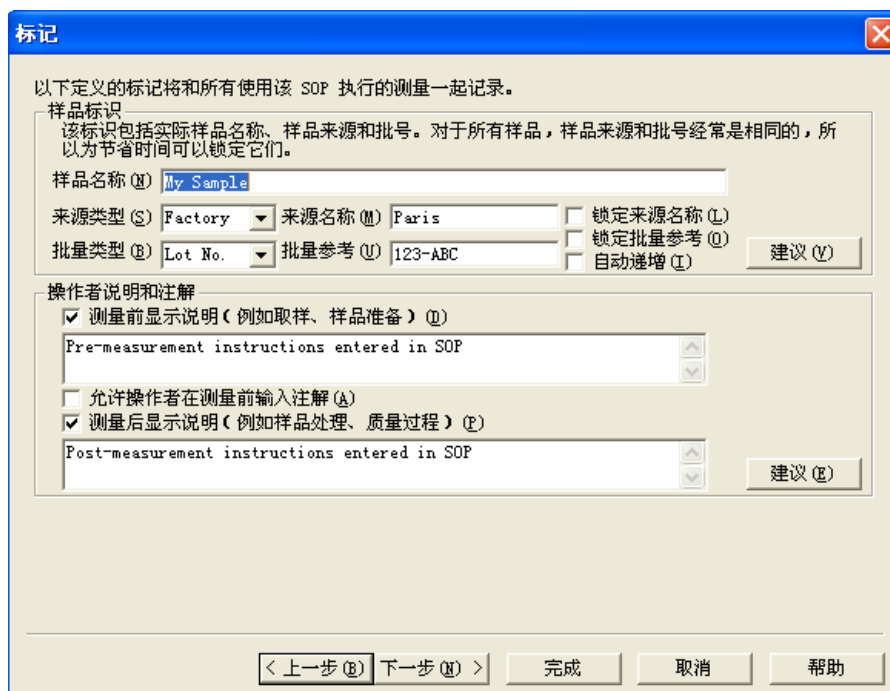

图 D.8 新建 SOP 向导标记窗体
4.点击**下一步**，进入**标记**窗体（如图 D.8）：